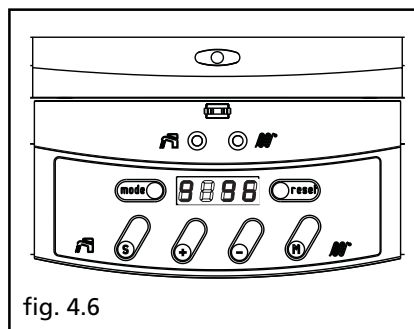

fig. 4.6
- en el primer caso el quemador se apagará temporalmente a causa de la intervención de una protección, la caldera volverá a ponerse en marcha automáticamente al restablecerse las condiciones de seguridad; el display alterna la visualización "9" seguida por la temperatura de calefacción con "b" seguido por el código error, la señalización verde de estado caldera está encendida fija (fig. 4.6 y 4.7);
- no primeiro caso o queimador apagar-se-á temporaneamente por causa da intervenção de uma protecção, a caldeira arrancará automaticamente quando se mostrarem restabelecidas as condições de segurança; o display alterna a visualização "9" seguida pela temperatura de aquecimento com "b" seguido pelo código de erro, a sinalização verde de estado caldeira está acesa fixa (fig. 4.6 e 4.7);